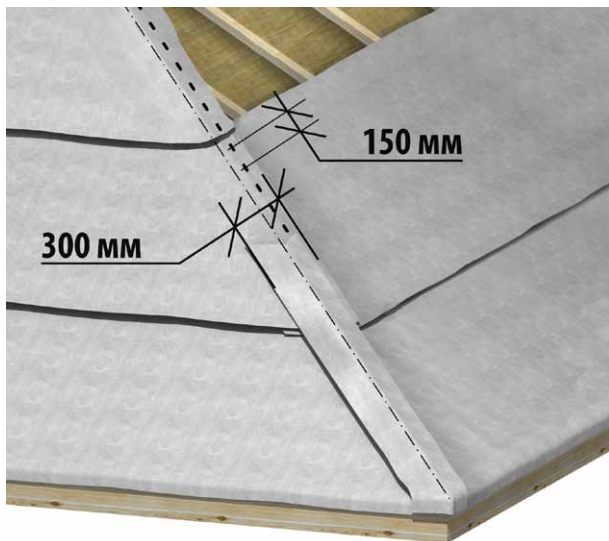

Рис. 9
■ **ребром**, то пленку с двух скатов доведите до ребра и крепите строительным степлером с шагом 15 см. Затем, вдоль ребра укладывается полоса из пленки шириной не менее 30 см. Фиксация пленки производится по длинным краям полотна специальной клейкой лентой (рис. 9).